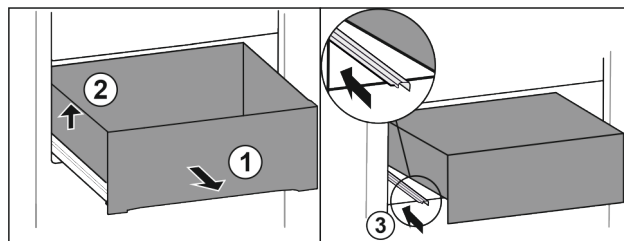

Fig. 106
- Tërhiqni sirtarin jashtë deri në fund. Fig. 106 (1)
- Ngrini lart sirtarin majtas. Fig. 106 (2)
- Shtyni brenda shinën e majtë. Fig. 106 (3)